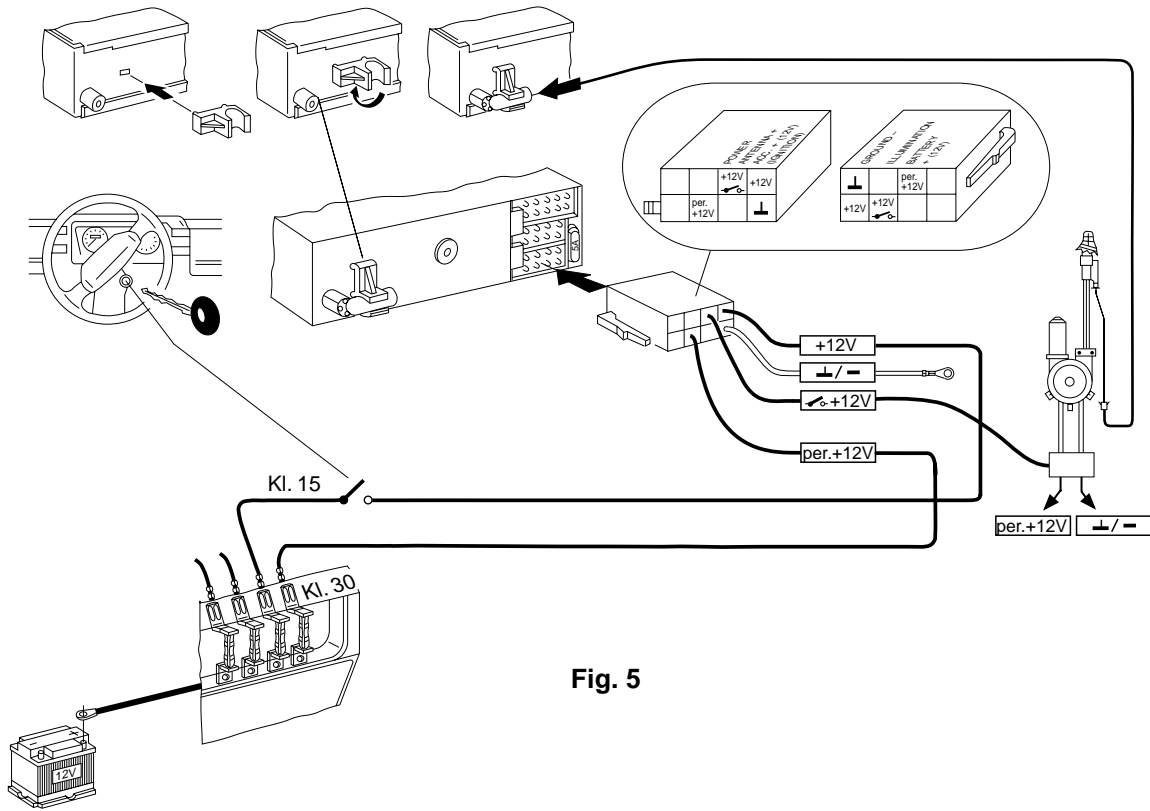

Fig. 5
- Plus-/Minus-Anschluß Fig. 5
Plus/minus connection fig. 5
Positive/negative-Raccordement fig. 5